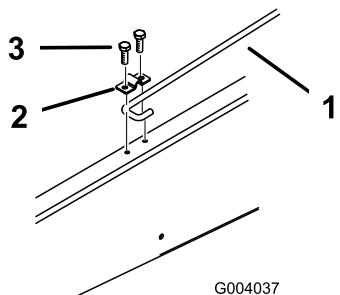

Figura 13
de apoio por baixo do dispositivo de bloqueio (Figura 13).
7. Aperte o parafuso e fixe o outro lado do dispositivo de bloqueio com um parafuso novo (5/16 x 3/4 polegada) e porca flangeada (Figura 13).